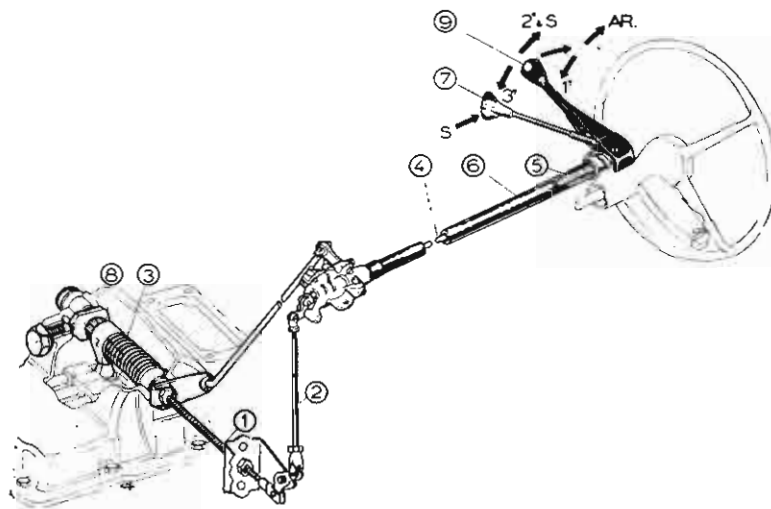

Fig. 38
Les 3 baladeurs sont sélectionnés à l'aide d'un câble (1) commandé par une tige (2) (fig. 38). Cette tige peut donc prendre trois positions.
Ce ressort situé dans le couvercle de la boîte prend appui, par l'intermédiaire des tiges (2) et (4) sur un ressort (5) nettement plus fort, situé dans le tube de changement de vitesse (6) (fig. 38).